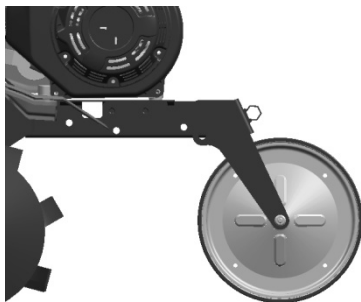

Abbildung 15
- 1) Stellen Sie das Vorderrad der Motorhacke auf den Status ein, der in Abb. 15 gezeigt wird, wenn sie auf der Straße gefahren wird.